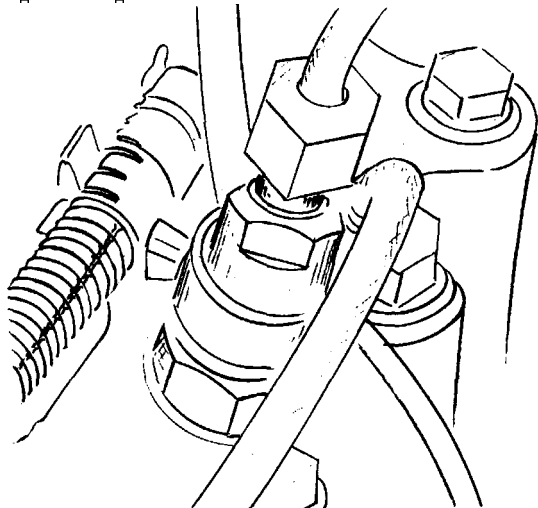

Рис. 1.54. Присоединение к форсункам дренажных трубок и топливопроводов высокого давления.
- 8 Отверните по два болта на каждой скобе крепления форсунок (см. рис. 1.53) и извлеките форсунки вместе с уплотняющими кольцами. На двигателях поздних выпусков выверните форсунку с помощью высокой головки $S = 27$ мм. (см. рис. 1.54 и 1.55).